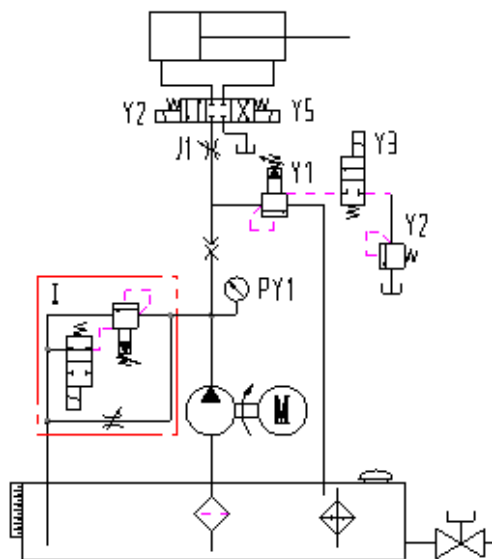

图 1 两级高压回路实验原理图
(2) 虚实结合，首行采用 FluidSim 液压仿真软件，进行控制回路的搭建设计（如图 1、2 所示），